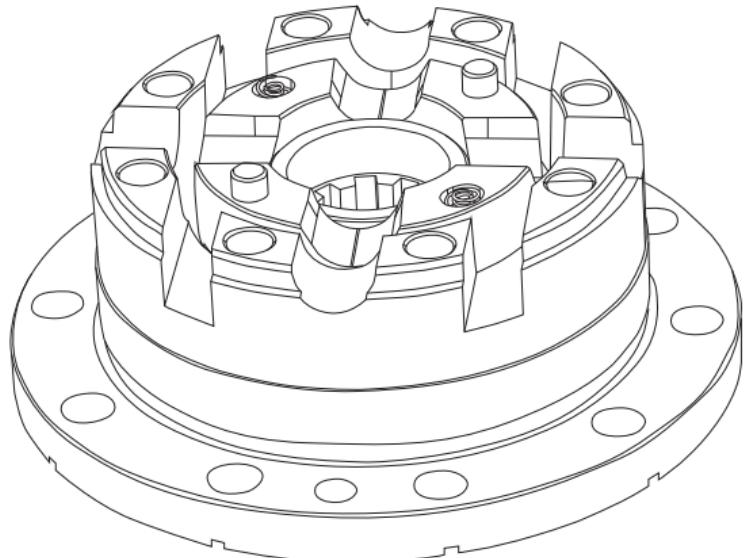

Рис. 4
- e.** В малую половинку корпуса дифференциала поместите оси сателлитов; Результат всех проделанных операций отражен на **Рис. 4**.